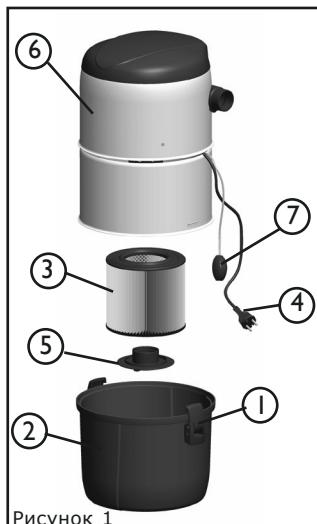

Рисунок 1
- Check whether the central unit can be started via the low voltage connector [figure 1;7] of the central unit by closing the start circuit with a piece of metal wire.
- Once you have located the blockage, disconnect the central unit and check that there are no blockages in the coupling hoses. Then use the suction hose bushing to connect the suction-side coupling to a wall inlet along the blocked stretch [or to the wall inlet closest to the blockage, if the blockage is in the frame pipe]. Start the central unit via the low voltage connector [figure 1;7] with the help of a piece of metal wire, and then go to where the central unit is usually mounted. Block and unblock the suction pipe opening with your hand to send vacuum shocks to the blocked pipe. If the blockage has not become dislodged within 10-15 seconds, disconnect the central unit from the wall inlet to allow the turbine to get some air in between and to stop it from overheating. Repeat the process after approximately one minute.
The bypass valve must be blocked for the duration of the inspection using a piece of cardboard, for example [figure 2]. Start the central unit with all wall inlets closed via the low voltage connector [figure 1;7] using a piece of metal wire. If air is still escaping from the exhaust pipe after approximately 10 seconds, there is a leak in the pipe system. The leak must be located and repaired. Do not run the unit for more than 20 seconds with all of the wall inlets closed. If the installation is completely airtight, the turbine will not receive any air, therefore overheating and possibly incurring damage.
## 2.2 ОБСЛУЖИВАНИЕ ФИЛЬТРА[РИСУНОК 1]
- Проверьте, правильно ли подключен низковольтный соединитель [рисунок 1;7] к его противоположной части на настенном кронштейне центрального блока.
- Проверьте, можно ли включить центральный блок низковольтным соединителем [рисунок 1;7] центрального блока, замкнув пусковую цепь куском металлического провода.
- После обнаружения места засорения отсоедините центральный блок и проверьте отсутствие засорений в соединительных шлангах. Затем используйте втулки всасывающего шланга, чтобы присоединить соединение со стороны всасывания к пневморозетке вдоль засоренного участка (или к пневморозетке, которая находится ближе всего к засорению, если засорение в трубе рамы). Включите центральный блок через низковольтный соединитель (рис. 1,7) при помощи куска металлической проволоки, а затем перейдите к месту обычной установки центрального блока. Закрывайте и открывайте отверстие всасывающего трубопровода рукой, чтобы направить толчки вакуума к засоренной трубе. Если закупорка не будет устранена в течение 10-15 секунд, отсоедините центральный блок от пневморозетки, чтобы позволить воздуху проходить через турбину и предотвратить ее от перегрева. Повторите процесс примерно через 1 минуту.
Перепускной клапан можно блокировать в течение осмотра, например, при помощи куска картона (рисунок 2). Включите центральный блок при всех закрытых пневмопрозетках через низковольтный соединитель (рис. 1,7), используя кусок металлической проволоки. Если через 10 секунд из выхлопного трубопровода все еще выходит воздух, в трубопроводе есть утечка. Утечку необходимо обнаружить и устранить. Не запускайте блок больше 20 секунд, если все пневмопрозетки закрыты. Если установка полностью герметична, на турбину не будет поступать воздух, поэтому возможен перегрев и повреждение.